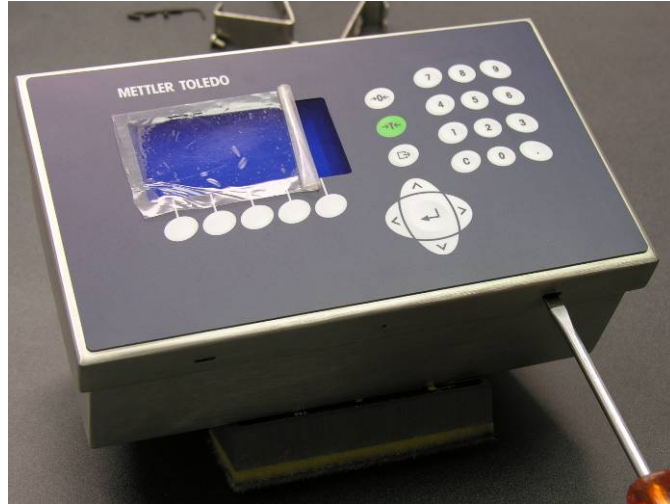

Figure 2-2 : Ouverture de l'enceinte pour environnement hostile
1. Introduisez l'extrémité d'un tournevis plat dans l'une des deux fentes situées en bas du panneau avant (voir la Figure 2-2) et poussez légèrement en direction de l'enceinte. Vous entendrez un déclic lorsque le couvercle est dégagé.